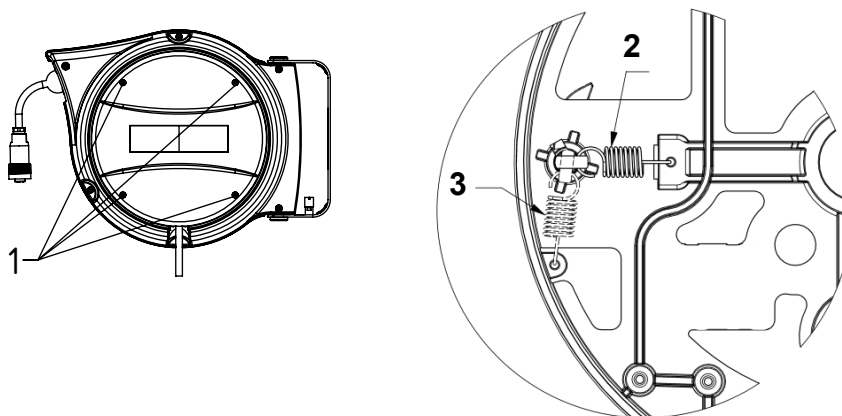

Fig. 16 :
- Desserrer les quatre vis (1) et retirer le cache latéral (voir fig. 16).